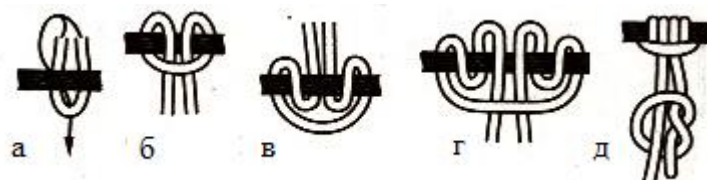

Рис. 14. Вузол схоплюючий: а-г – етапи в'язання вузла, д – схоплюючий вузол з контрольним вузлом
**Завдання 14.** Навчитися в'язати допоміжні вузли: схоплюючий (рис.14)